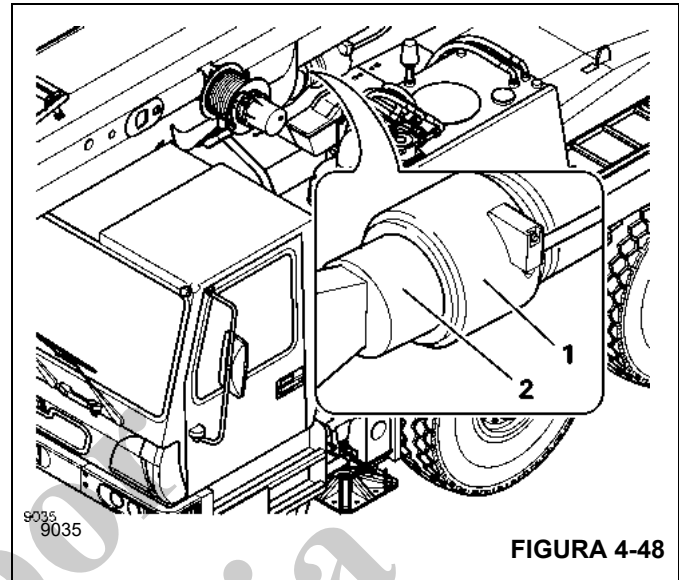

FIGURA 4-48
- Limpie la grasa vieja, partículas de suciedad y oxidación del extremo abierto (2, Figura 4-48) de la varilla del émbolo.
- Lubrique el extremo abierto (2) de la varilla del émbolo que se encuentra en la cabeza del cilindro de elevación de la pluma (1) para que quede cubierto con una capa uniforme de grasa.